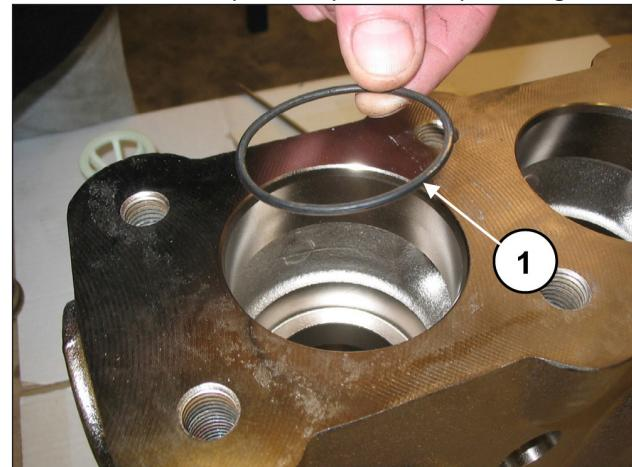

Fig. 93
Insira o anel circular, pos. de explosão nº. 5 (pos. ①, Fig. 93).